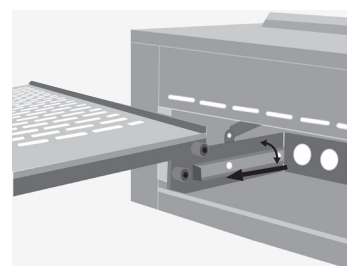

Figura 3
2. Levante el cajón hacia arriba con el extremo posterior hacia arriba para desbloquear las ruedas de sus rieles. (Ver Figura 3).
2. Permita que las ruedas se establezcan con seguridad en las ranuras de la parte posterior. (Ver Figura 3).